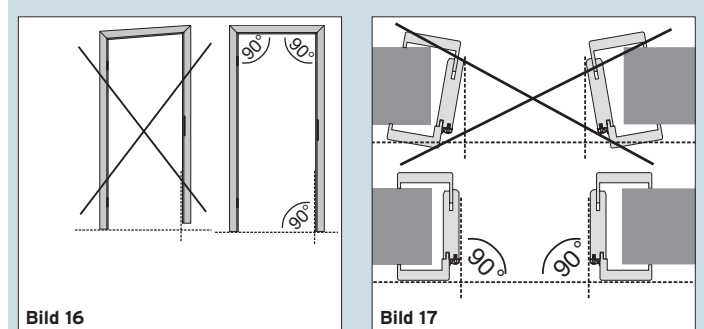

Bild 16
3. Zarge in der Höhe genau rechtwinklig ausrichten, damit auch die obere Schattenfuge zwischen Türblatt und Zargenkopfstück parallel breit ist. (Bild 16) Genaue Ausrichtung der Zarge unbedingt vor dem Ausschäumen prüfen. Dazu Türblatt einhängen und Zarge ggf. korrigieren.
4. Auch auf den rechtwinkligen Einbau der Futterteile achten (Bild 16, 17).